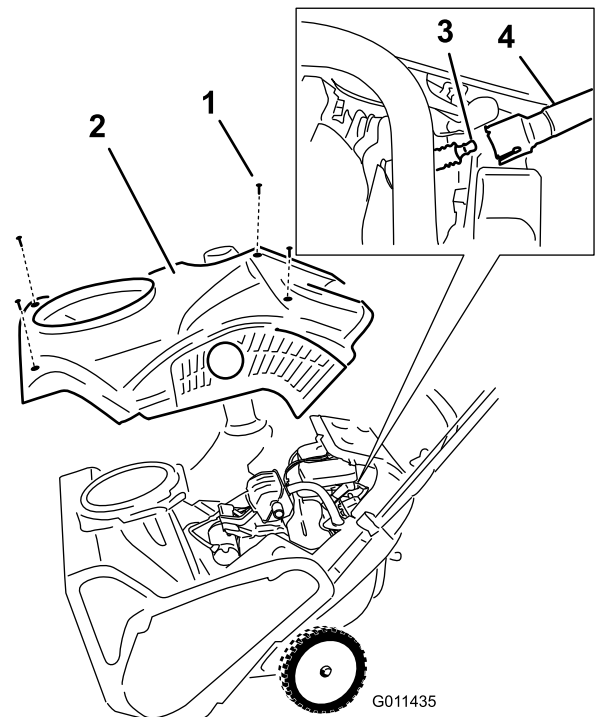

Figure 34
6. Déposez le carénage (Figure 34).
4. Enlevez les 4 vis de fixation du carénage (Figure 34).